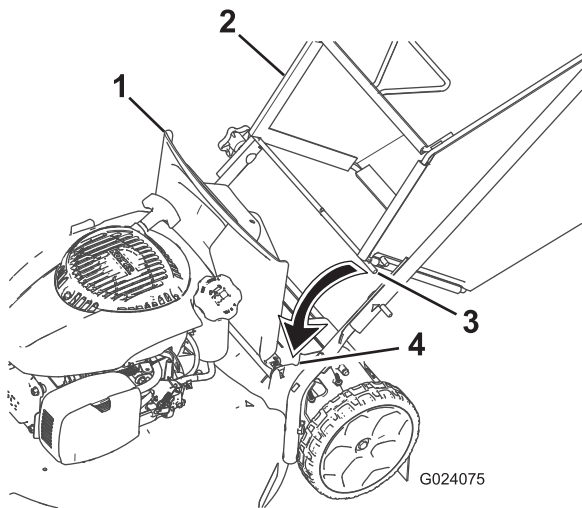

Figure 16
1. Soulevez le déflecteur arrière (Figure 16).
2. Insérez les extrémités de la tige du bac à herbe dans les crans des supports du guidon (Figure 16).